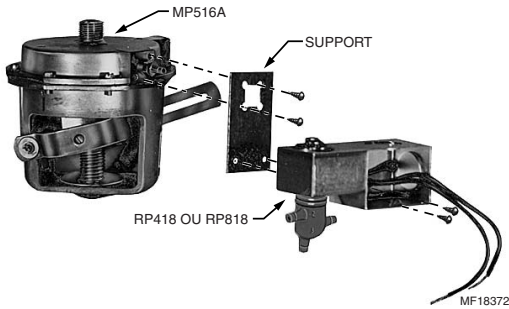

Fig. 2. Relais RP418 ou RP818 montés directement sur un servomoteur MP516A au moyen de la trousse de montage 14003638-001.
1. Utiliser les trous de montage sous le couvercle de la boîte de jonction; fixer le relais à l'aide de vis de montage, non fournies. Voir les Fig. 2 à 5.